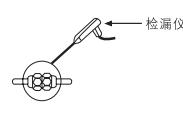

图32
- 3 用⑭塑料绝缘带把铜管和连接电缆包起来。
- 4 在接口处用检漏仪或者肥皂水来检查是否有泄漏。(如图32)